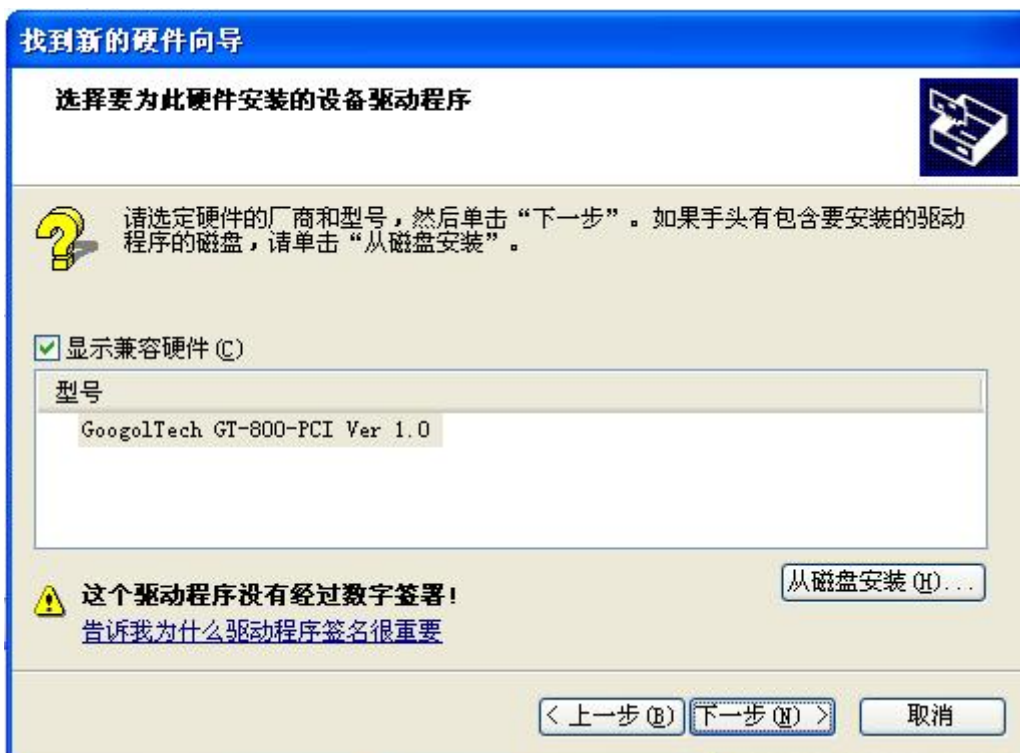

图 2-8 运动控制卡驱动程序安装界面 8
(9) 点击“确定”如图 2-8 所示，点击“下一步 (N)”。